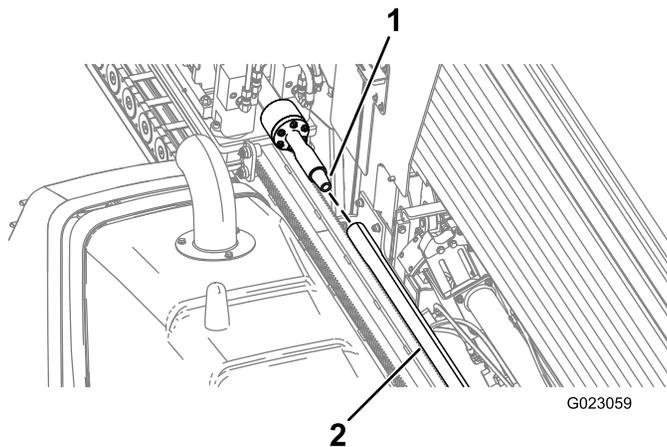

Figura 50
6. Gire o mandril no sentido horário e avance o sistema de translação lentamente para introduzir o mandril na extremidade fêmea da haste (Figura 50).
- Gire o mandril no sentido horário e avance o sistema de translação lentamente para introduzir o mandril na extremidade fêmea da haste (Figura 50).